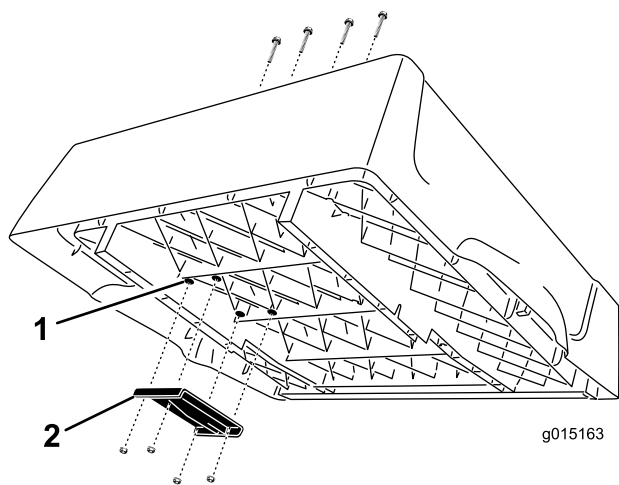

図 4
1. 荷台の右側の裏側にあるボス (4ヶ所) を探し出す (図 4)。3/8 インチのドリル・ビットを使って、ボスから荷台表面まで、4 つの貫通口を注意深く開ける。
2. 荷台の裏側に、上側昇降ブラケットを取り付ける；十字平頭ねじ (3/8 x 2-1/2 inches) (4本) とフランジ・ロックナット (Whiz lock) (3/8 インチ) を使用する。ブラケットは 図 4 のように組み付ける。